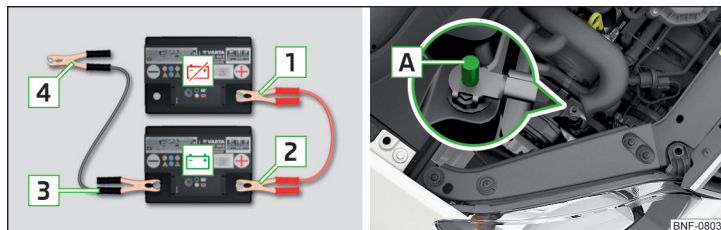

Fig. 155 Pornirea asistată: - bateria descărcată, - bateria furnizoare de curent / punctul de masă al motorului la sistemul START-STOP
- La autovehiculele cu sistem START-STOP, prindeți clema **4** la punctul de masă al motorului **A** » fig. 155.